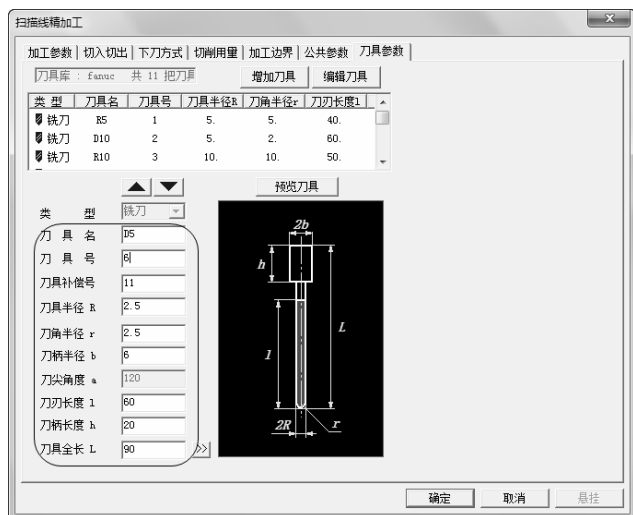

图 3-24 “刀具参数”选项卡
7) 单击“刀具参数”选项卡，选择刀具名称为“D5,r2.5”，D 代表刀具直径，r 代表刀角半径的球刀。具体“刀具参数”参数数值如图 3-24 所示。